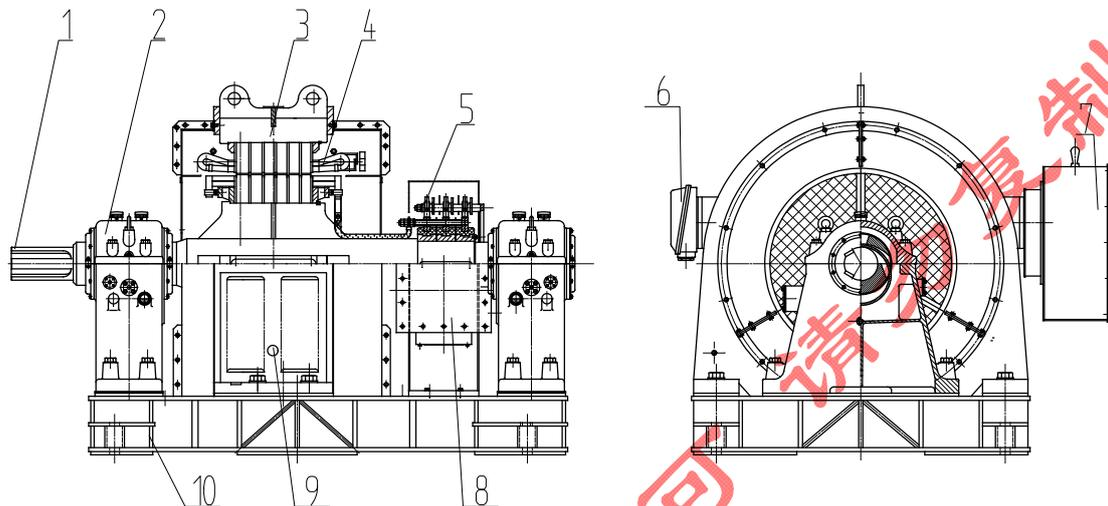

图 1-8 座式滑动轴承电动机结构示意图(主视图半剖)
1.4.3.7 座式滑动轴承电动机（图 1-8 为绕线式结构电机），安装方式：IMB3（IM1001），冷却方式：IC01，防护等级：IP00/21/23